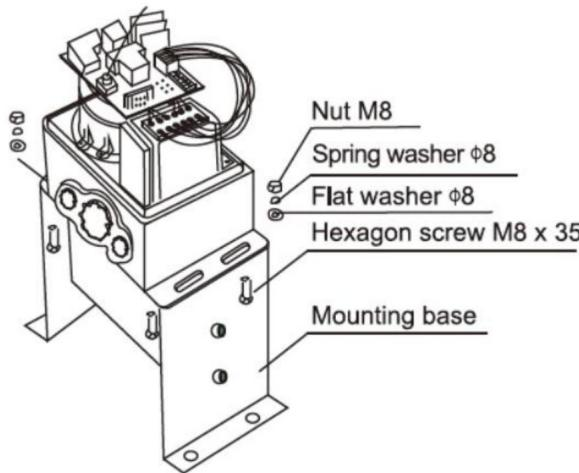

Abbildung 6
c) Montieren Sie den Maschinenmotor an der Montagebasis, wie in Abbildung 6 gezeigt.